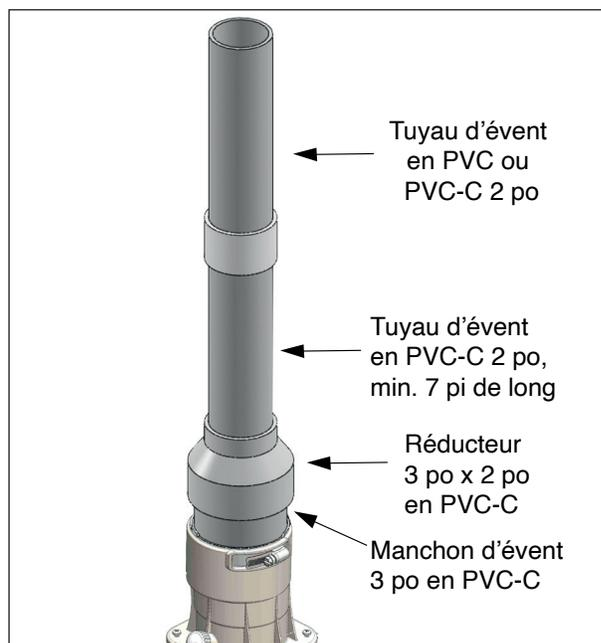

Fig. 21 - Installation verticale, système d'évent en PVC/PVC-C de 2 po (60 mm)
3. Utilisez un réducteur de 3 po (80 mm) x 2 po (60 mm) pour réaliser la transition de l'évent PVC-C/ PVC de 3 po (80 mm); consultez les figures 21 et 22.